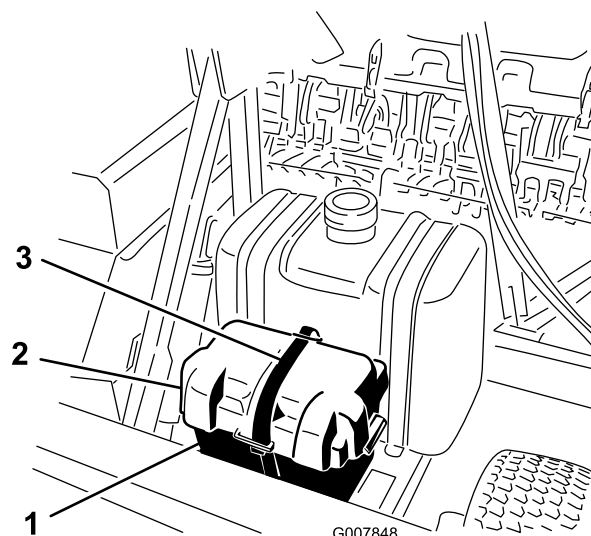

Figura 3
2. Rimuovete la cinghia che fissa il coperchio della batteria alla cassetta (Figura 3).